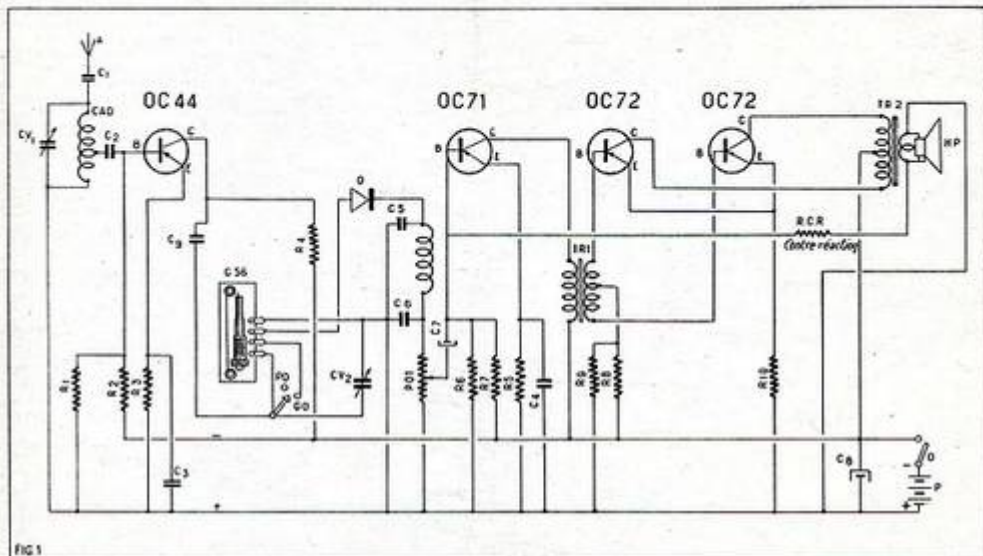

FIG. 1
« L'astuce », consiste à connecter la partie du bobinage du bloc G 52 ayant la plus grande impédance, au collecteur du transistor haute fréquence OC 44, et la partie du bobinage de ce bloc ayant la moins grande impédance, à l'anode de la diode détectrice. Ceci afin d'adapter le mieux possible le bloc d'accord G 52 à sa nouvelle fonction. (Les figures 1 et 2 vous indiquent comment effectuer les connexions qui sont complètement différentes de celles figurant sur le schéma accompagnant le bloc).
ce récepteur est terminé. Le noyau plongeur de ce bloc servira pour le réglage de mise au point de la HF (à effectuer une fois pour toutes, l'accord se faisant par la suite, à l'aide du condensateur variable CV2 couplé avec le condensateur CV1) (fig. 1).
Construction du récepteur (fig. 1).
Ce récepteur fonctionne sur deux gammes d'ondes (PO et GO). Comme collecteur d'ondes, il utilise soit un cadre ferromagnétique pour la réception des émetteurs régionaux avec le maximum de sélectivité possible (sans que cela soit au détriment de la musicalité, nous attirons tout particulièrement votre attention là-dessus), soit une petite antenne de 4 à 5 m au maximum et une prise de terre (pour la réception des émetteurs éloignés ou d'assez faible puissance). Comme indiqué figure 1, il faut prévoir sur ce cadre une prise de terre (connectée au + de la pile), et une prise d'antenne, dans laquelle on intercale en série un condensateur fixe au mica de 150 pF (C1). Ce cadre CAD (qui sert en même temps de bobinage d'accord du circuit d'entrée, lorsque le récepteur est utilisé avec une antenne et une prise de terre), est accordé par un condensateur variable de 490 pF (CV1), couplé avec le condensateur variable de 490 pF également (CV2) utilisé pour l'accord du transfo HF (G 56). Ce couplage des deux condensateurs variable permet de réaliser une commande unifiée. En PO le commutateur de gammes d'ondes (S) court-circuite le bobinage GO et de ce fait élimine son action. Sur la position GO les deux bobinages du bloc sont uti-
mica de 100 pF (C3). Cette même connexion est reliée électriquement aux lames mobiles du condensateur variable CV2. Le collecteur de l'OC 44 est également connecté au pôle négatif (-) de la pile en intercalant en série dans cette connexion une résistance de 4.700 Ω (R4). La connexion allant du bloc G 56 à la diode D, est directement connectée à l'anode d'un OA 50 ou OA 79, ou autre du même genre. Les courants basse fréquence détectés par la cathode de la diode D sont collectés par un potentiomètre de 50.000 Ω (pot). Pour éliminer d'une façon absolue toutes résiduelles de courant haute fréquence qui pourraient subsister après la détection — ce qui aurait pour résultat pratique de provoquer des accrochages haute fréquence intempestifs — il est intercalé en série dans cette connexion, une self de choc haute fréquence à très faible capacité répartie (CH de la figure 1) et encadrée d'un condensateur fixe céramique de 22.000 pF (C5), et d'un condensateur fixe céramique de 10.000 pF (C6).